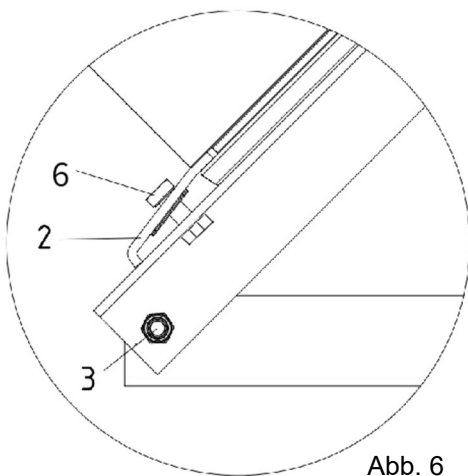
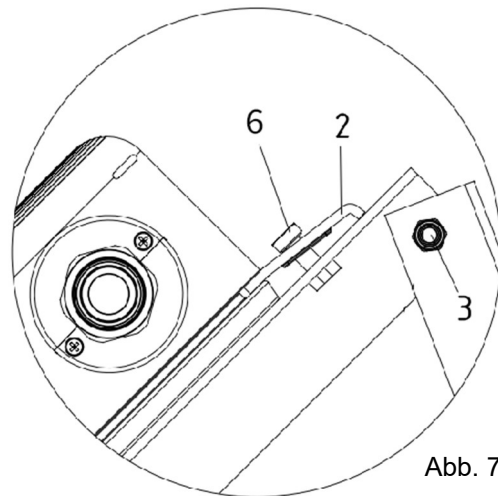

Abb. 6
Abb. 7
Legen Sie die Kollektoren einzeln auf die vorbereiteten Aufstellgarnituren (1). Danach fixieren Sie den Kollektor unten mit den Spannklemmen (2), den Torband-Schrauben (6) sowie den Sperrzahn-Muttern (5) am Schrägteil in die dafür vorgesehenen Bohrungen (Abb. 6).
5. Fixieren Sie nun den Kollektor oben in gleicher Weise mit den Spannklemmen (2), den Torband-Schrauben (6) sowie den Sperrzahn-Muttern (5) am Schrägteil in die dafür vorgesehenen Bohrungen (Abb. 7).
7. Kontrollieren Sie abschließend den festen Sitz aller Spannklemmen (2) sowie der Schrauben (3, 6) an jedem einzelnen Kollektor (Abb. 6 und Abb. 7).